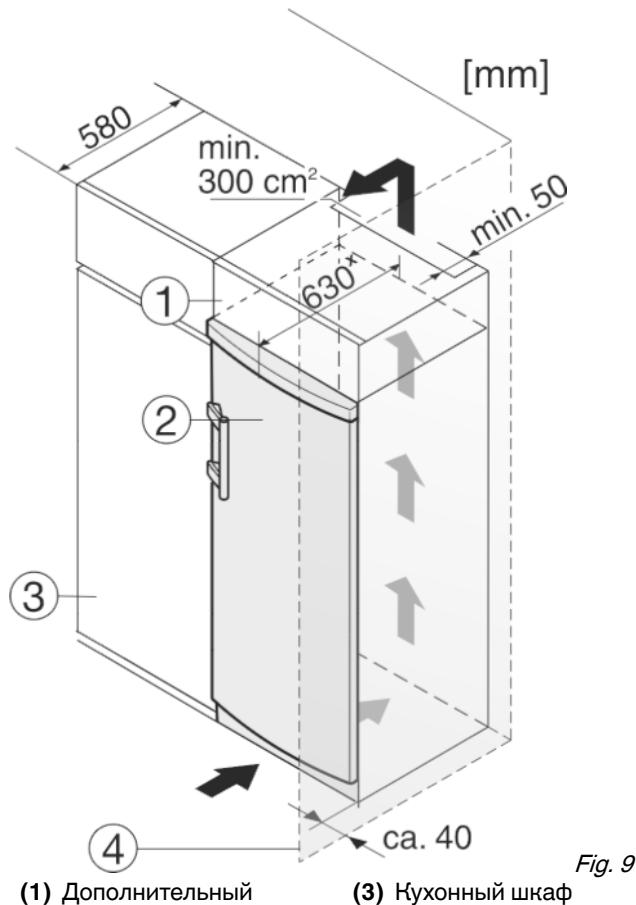

Fig. 9
- (1) Дополнительный шкафчик
(2) Устройство
- (3) Кухонный шкаф
(4) Стенка
Устройство может быть окружено кухонными шкафами. Чтобы уравнять устройство Fig. 9 (2) по высоте с кухонной стенкой, можно установить над устройством дополнительный шкафчик Fig. 9 (1).
При комбинировании с кухонными шкафами (глубина макс. 580 мм) устройство можно установить непосредственно рядом с кухонным шкафом Fig. 9 (3). Устройство выступает сбоку на 34 мм^x и по центру на 50 мм^x относительно передней стенки кухонного шкафа.
Если устройство установлено на шарнирах у стены Fig. 9 (4), то расстояние между устройством и стеной должно быть не менее 40 мм. Настолько выступает ручка при открытой дверце.